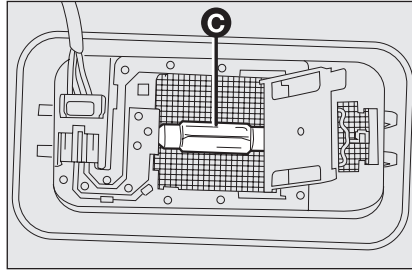

Abb. 27
- ☐ Die Glühlampe **C-Abb. 27** von den seitlichen Kontakten lösen. Eine neue Glühlampe einsetzen und sicherstellen, dass sie fest zwischen den beiden Klemmkontakten sitzt.